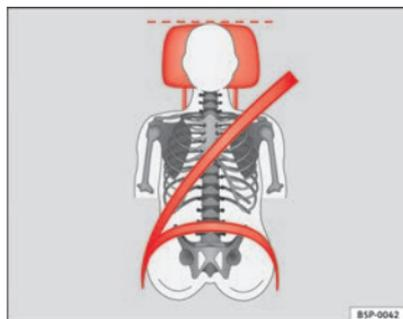
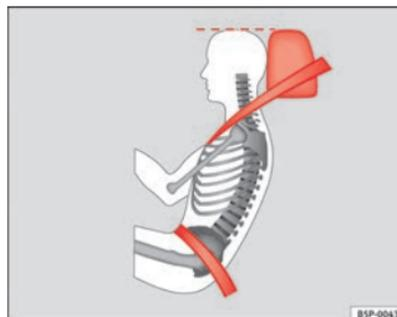

Fig. 91 Vista de frente: encosto de cabeça e cinto de segurança ajustados correctamente
Fig. 92 Vista de lado: encosto de cabeça e cinto de segurança ajustados correctamente
- Ajustar o encosto de cabeça de modo a que o rebordo superior do mesmo fique alinhado com a parte superior da cabeça, no mínimo à altura dos olhos ⇒ fig. 91 e ⇒ fig. 92.